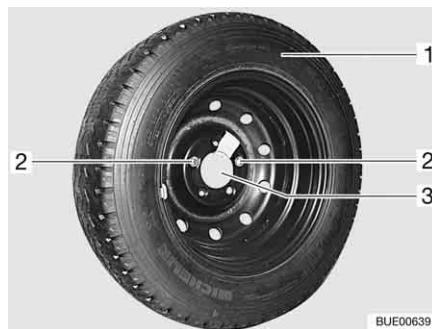

Bild 281 Reservhjulshållare i det bakre lastutrymmet
- Skruva ut och ta bort de båda fästskruvarna (Bild 281,2) med fordonsverktyget.
- Ta av reservhjulet (Bild 281,1) från hållaren (Bild 281,3).